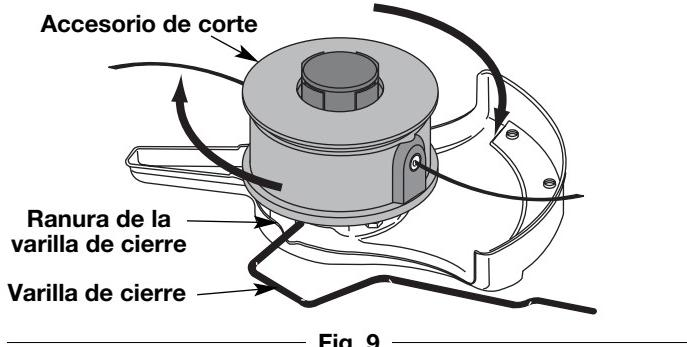

Fig. 9
3. Mientras sostiene la varilla de cierre, saque el accesorio de corte girando en sentido horario hacia afuera del eje de salida (Fig. 9).